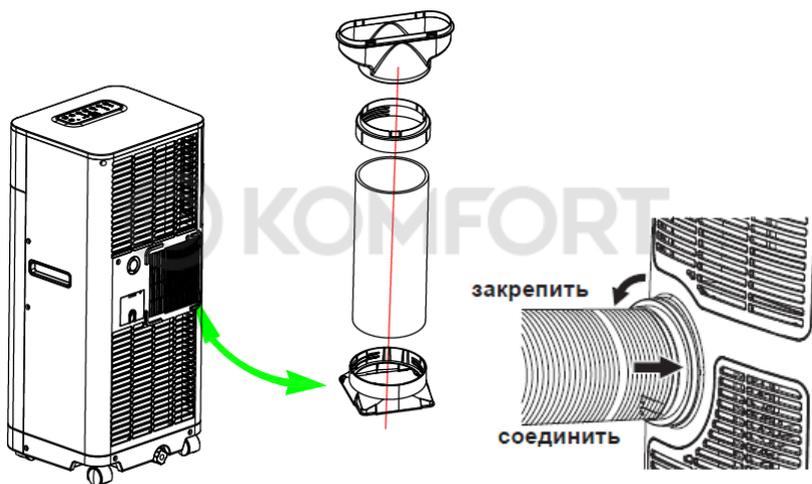

Рис.4. Установка воздухоотвода к прибору
2. Установите шланг для выброса воздуха на задней части кондиционера(рис.4).